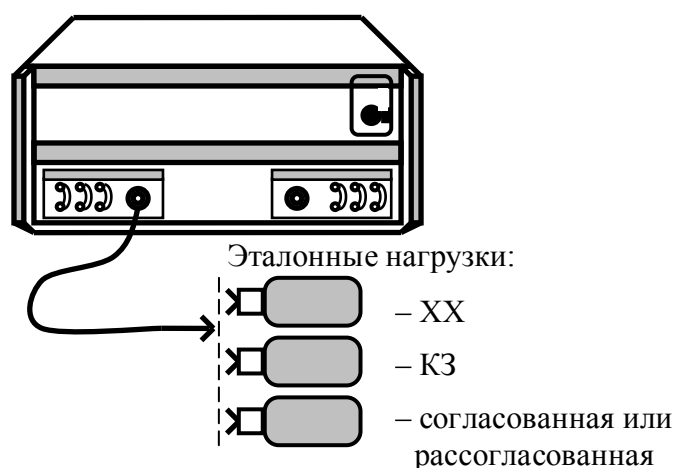

Рисунок 2.12 – Однопортовая калибровка
- Шаг 4. Нажмите кнопку "Далее" и следуйте инструкциям мастера калибровок. Мастер калибровок предложит подключить к измерительному порту нагрузки XX, КЗ (рисунок 2.12), а также согласованную или рассогласованную нагрузку в зависимости от того какая из них имеется в наборе калибровочных мер.
Шаг 4. Нажмите кнопку "Далее" и следуйте инструкциям мастера калибровок. Мастер калибровок предложит подключить к измерительному порту нагрузки ХХ, КЗ (рисунок 2.12), а также согласованную или рассогласованную нагрузку в зависимости от того какая из них имеется в наборе калибровочных мер. Если в предыдущем шаге было задано измерение изоляции, то будет предложено подключить согласованные или рассогласованные нагрузки к обоим измерительным портам, как показано на рисунке 2.14.